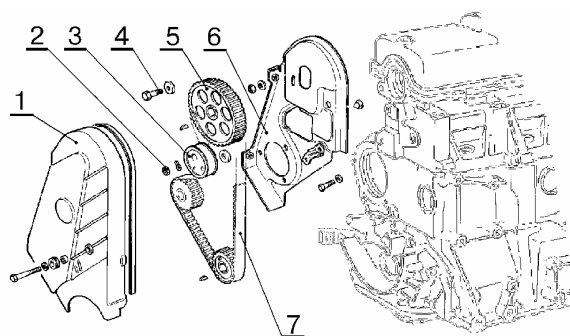

Рис.9. Механизм привода ГРМ двигателя ВАЗ-21114:
5.1.8 Отвернуть три болта крепления передней защитной крышки ремня привода ГРМ и снять крышку 1, рис.9, с уплотнителем (ключ гаечный 10).
5.1.12 Отвернуть болт 4 с шайбой и снять шкив 5, рис.9, распределительного вала со шпонкой (ключ кольцевой 17, приспособление 67.7812-9565).
5.2.5 Установить шкив 5, рис.9, распределительного вала, затянуть болт 4 крепления шкива. Момент затяжки – 70...83 Н.м (7,0...8,3 кгс.м) (приспособление 67.7821-9565, головка сменная 19, вороток, ключ моментный).